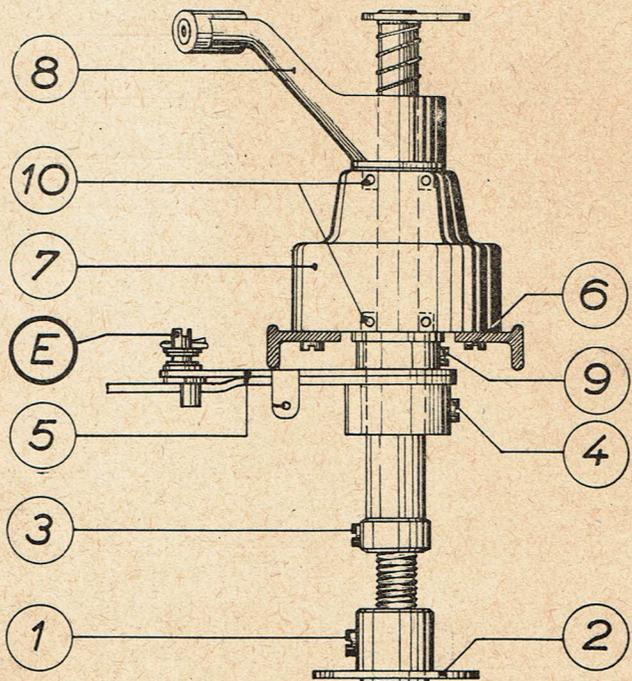

FIG. 5
1. Desserrer les vis dans le disque, fig.5 pos. 1.
2. Dévisser le disque de l'axe, fig.5 pos. 2.
3. Desserrer les vis dans l'anneau, fig.5 pos. 3.
5. Desserrer les vis dans le système du levier fig.5 pos. 4.
6. Enlever le système du levier, pousser le levier en forme de zig-zag contre la pression du ressort pour pouvoir dépasser le levier sélecteur qui se trouve au-dessus. Fig. 5 pos. 5
7. Enlever les quatre vis fixant le bloc de coussinet du capteur sur le châssis. Fig.5 pos. 6.
8. Enlever le bloc de coussinet du capteur avec le support du capteur. Fig.5 point 8.
9. Desserrer les vis dans l'anneau, fig.5 pos. 7.
10. Enlever le support du capteur et tenir les anneaux en haut et en bas ensemble pour empêcher les billes de s'échapper des paliers supérieurs et inférieurs. Fig.5 pos. 10.